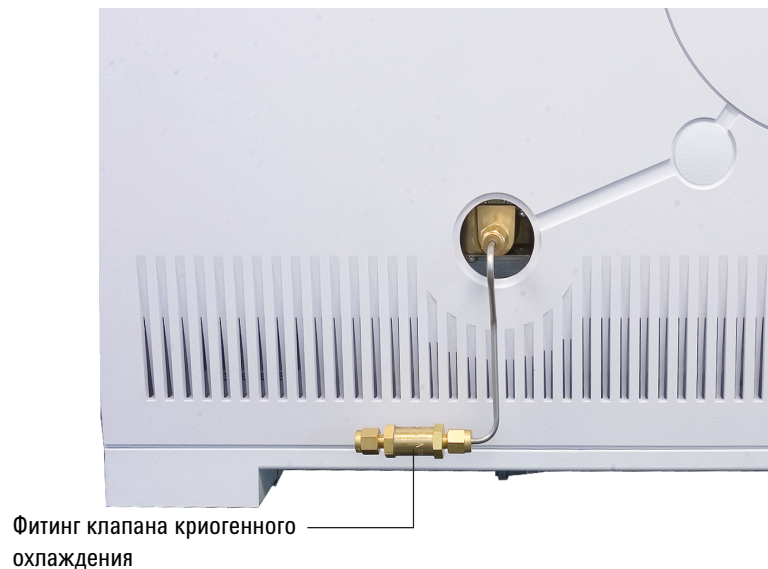

Рисунок 14 Расположение клапана криогенного охлаждения
- 1 Найдите впускной канал для жидкого углекислого газа (CO_2) на левой панели ГХ. Подготовьте достаточное количество трубок для соединения резервуара подачи и его фитинга. См. Рис. 14.